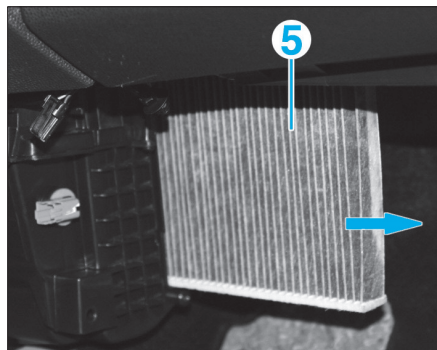

Fig. 3
- Sortir le filtre à air d'habitacle (5) de son logement (Fig.3).